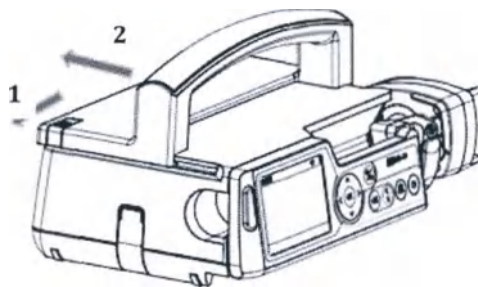

Рис. 13. Установка ручки для переноски.
Для снятия ручки для переноски переместите фиксатор (1) в направлении стрелки, затем сдвиньте ручку назад (2), как показано на рис. 13.